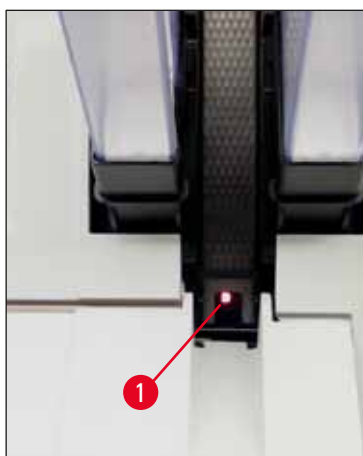

Fig. 48
- Stazione di carico (→ "Fig. 48")